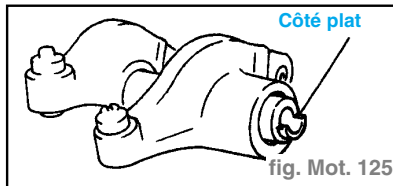

fig. Mot. 125
- Mettre en place l'arbre de culbuteur avec le côté plat en haut. (fig. Mot. 125)